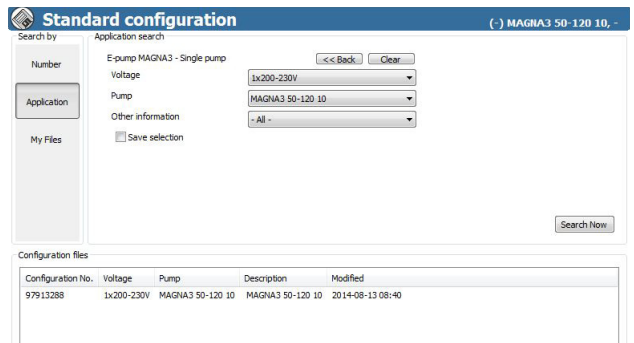

Рис. 28 Данные насоса
14. Введите данные о насосе. См. рис. 28.